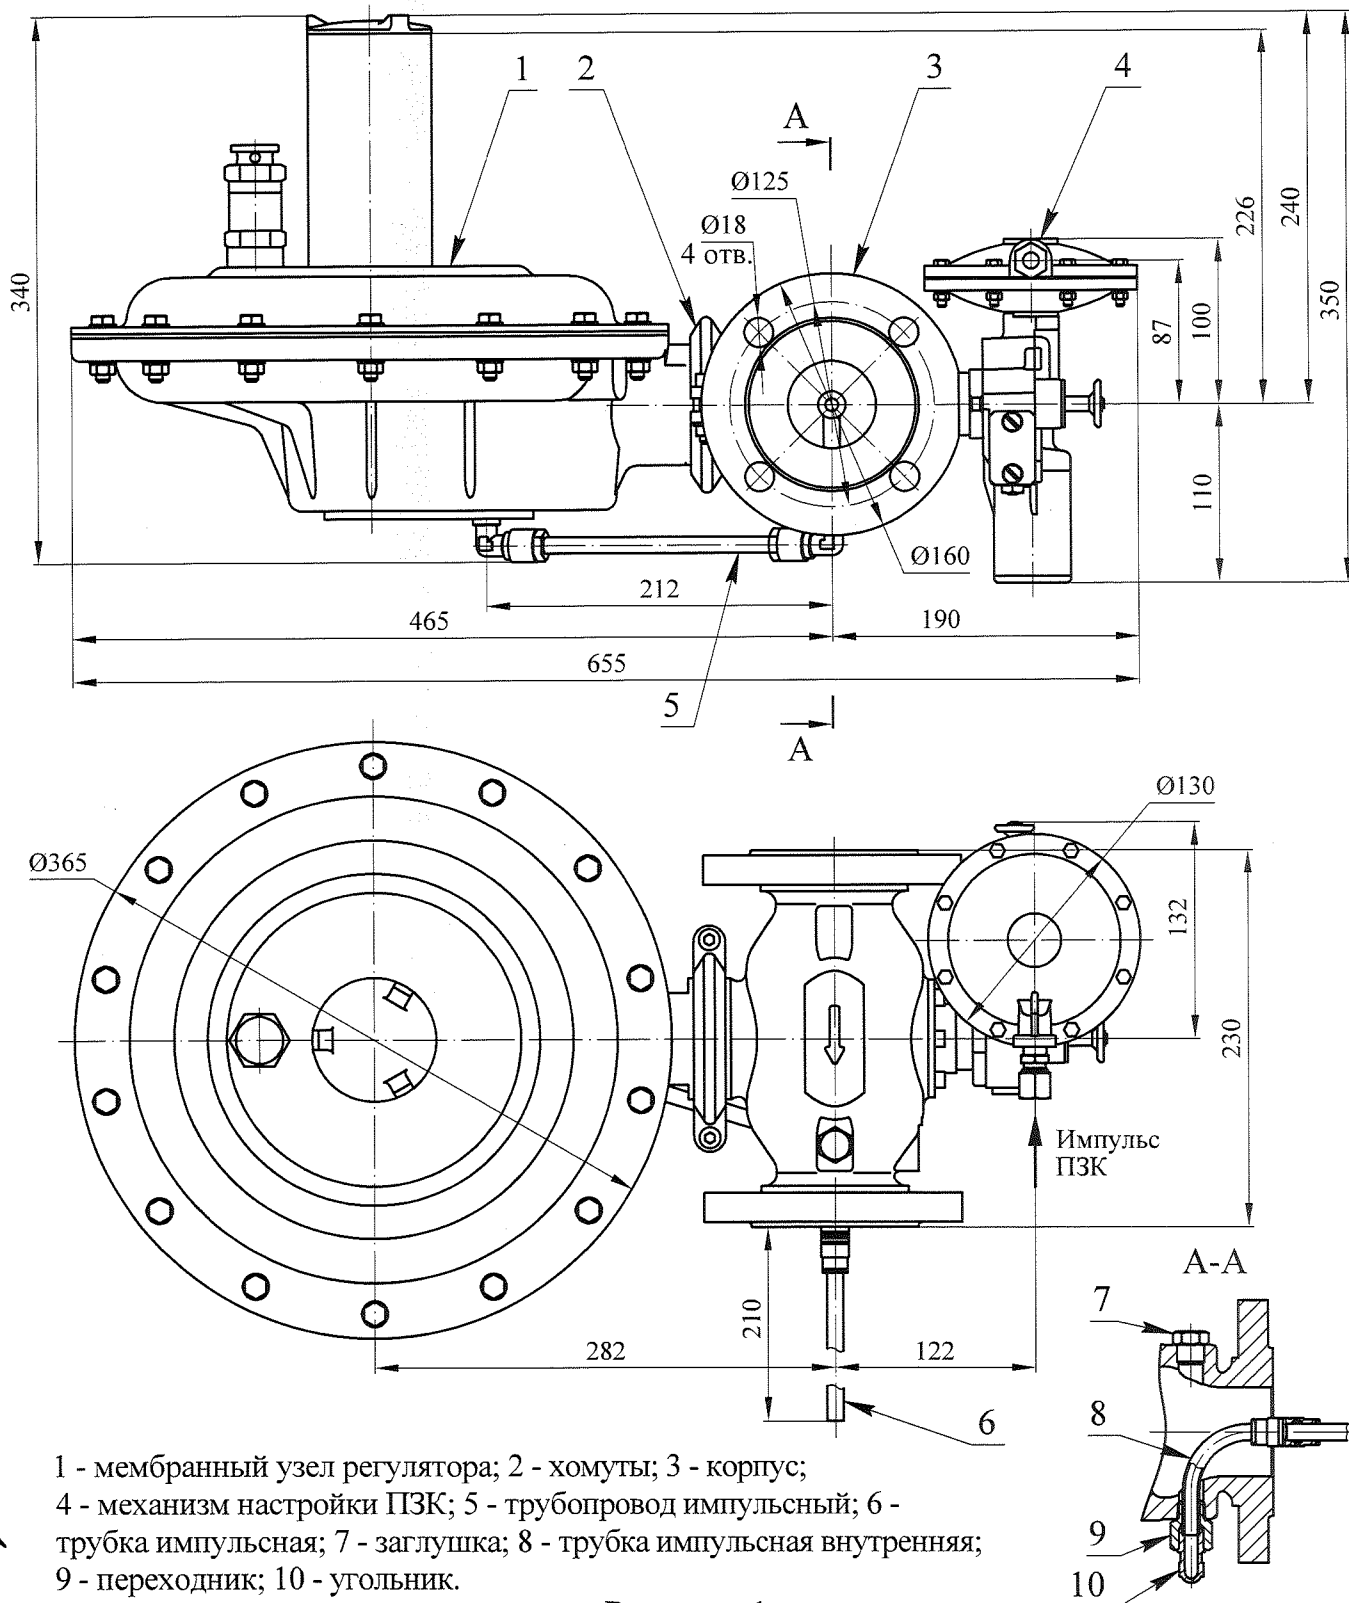

Рисунок 1
10.3.3 Изменение ориентации корпуса Для поворота корпуса 3 относительно механизма настройки выходного давления 2, рисунок 1, необходимо отпустить хомуты 2 и повернуть корпус на необходимый угол, а также установить новый импульсный трубопровод 5 (для его переустановки в комплект поставки входят: трубка длиной 0,6 м, гайки и наконечники). В зависимости от ориентации корпуса относительно механизма настройки выходного давления может возникнуть необходимость переустановки внутренней импульсной трубки 8. Для этого необходимо: 1) ослабить угольник 10 и вывернуть переходник 9 вместе с трубкой 8; 2) вывернуть заглушку 7; 3) переставить местами заглушку и трубку с переходником, при этом резьбовые соединения уплотнить герметикам. Для поворота механизма настройки ПЗК вывернуть винты 67 (рисунок 6), повернуть механизм настройки ПЗК 4 и обратно ввернуть винты 67. Механизм настройки ПЗК может работать в любом пространственном положении, изменение его ориентации обусловлено лишь удобством монтажа и удобством в эксплуатации (снимать механизм настройки ПЗК только в его вертикальном положении). При переустановке механизма настройки ПЗК убедиться, что шарик 58 (рисунок 4) остался в своем гнезде.